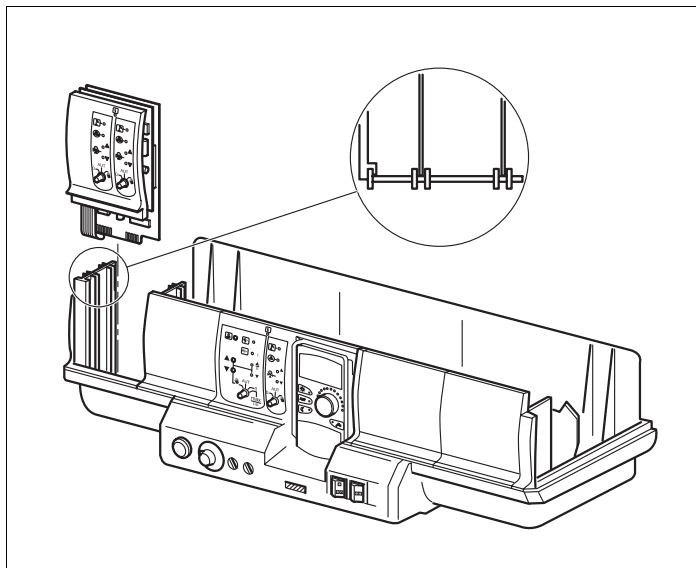

Fig. 20 Montaggio e smontaggio del modulo
- Rimuovere la piastra cieca dall'alloggiamento 1 (fig. 20) dell'apparecchio di regolazione.
- Inserire dall'alto il nuovo modulo nell'alloggiamento libero (fig. 20), premendo sulla morsettiera sonde, finché il modulo stesso non scatterà in posizione di bloccaggio.
- Inserire dall'alto il nuovo modulo nell'alloggiamento libero (fig. 20), premendo sulla morsettieria sonde, finché il modulo stesso non scatterà in posizione di bloccaggio.